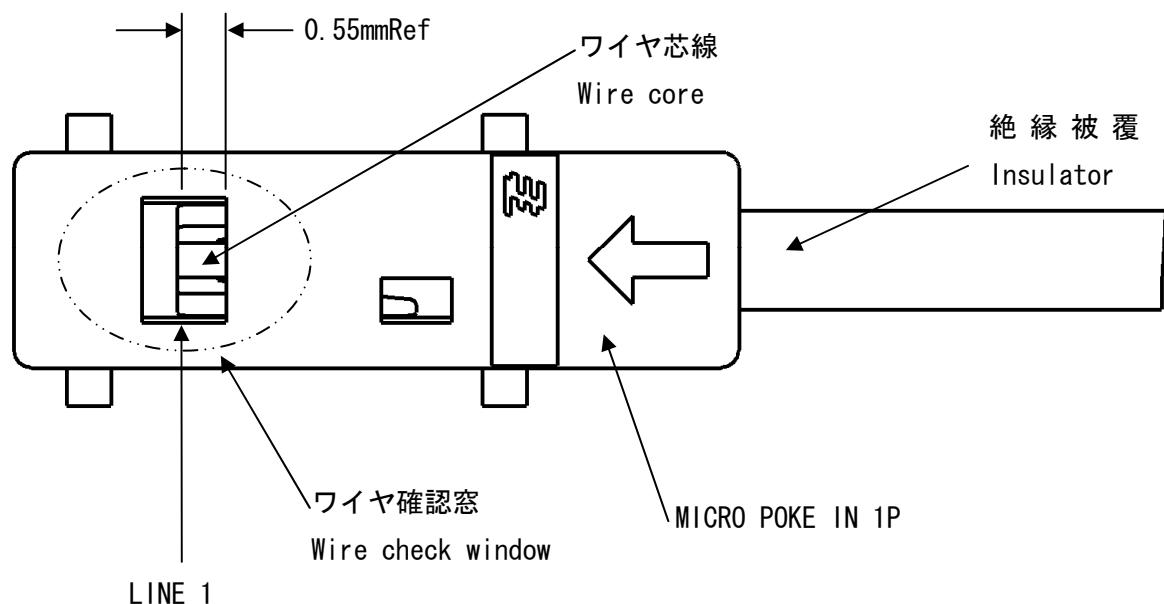

Fig. 4
- 4.2.3 ワイヤの挿入後、ワイヤ芯線がLINE 1を越えているか確認すること。(Fig. 4参照)
- 4.2.3 After insert the wire, confirm that wire core is over Line1. (ref Fig. 4)